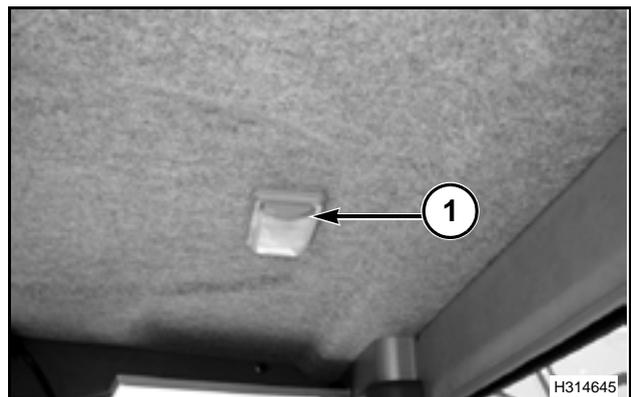

FIG. 44
FIG. 44: La luz (1) está ubicada sobre el asiento del operador en el techo de la cabina. La luz posee un interruptor de ON/OFF (encendido / apagado). La misma puede ser operada en todo momento.